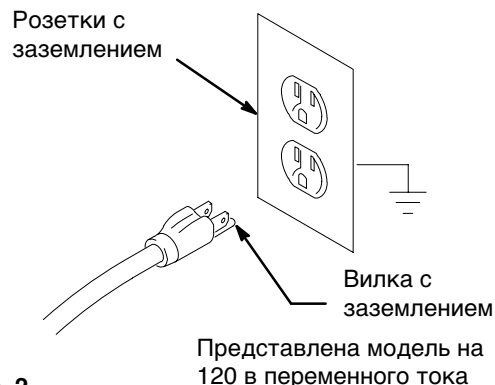

Рис. 2
1. Для питания всех моделей требуются розетки с заземлением. Частота в сети должна составлять 50/60 Гц, а номинальный ток должен быть равным или выше тока потребления распылителя. См. Рис. 2.